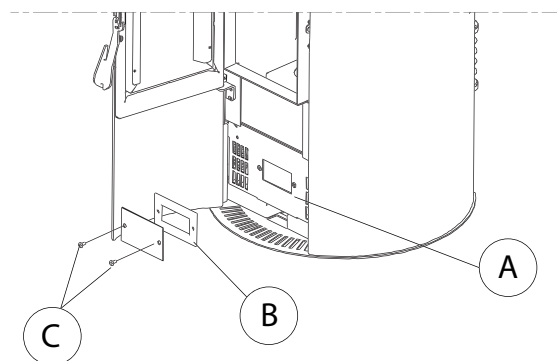

Fig. 6.1.2
- per un facile accesso al ventilatore (A) è sufficiente rimuovere il coperchio (B) agendo sulle due viti (C) (Fig. 6.1.2).